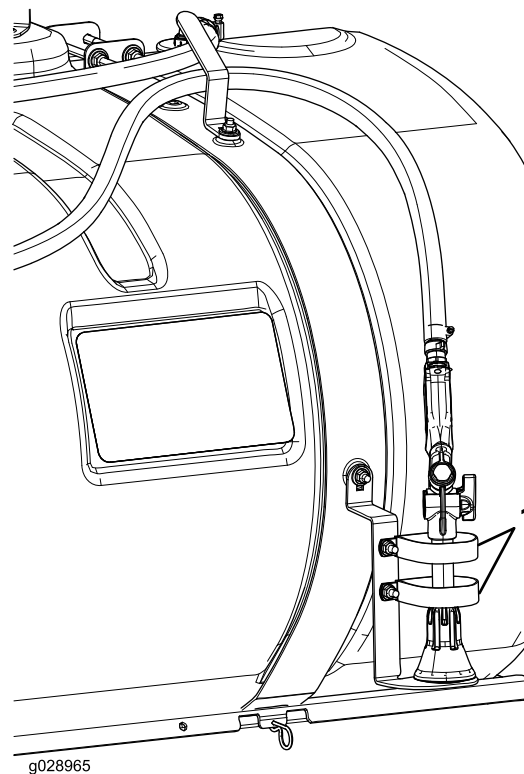

Figura 34
5. Instale el soporte de la pistola de fumigación en el perno de cuello cuadrado con una arandela y una contratuerca (5/16"), según se muestra en Figura 34.
Nota: Consulte en Figura 34 la posición correcta de las abrazaderas en R.
5. Enrolle la manguera alrededor de los ganchos del depósito y sujete la pistola en las abrazaderas en R según se muestra en Figura 34.